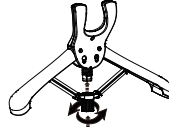

FIG 2
7. Abra los brazos del colgante y apríete el tapon del tornillo a la barra. (FIG 2)